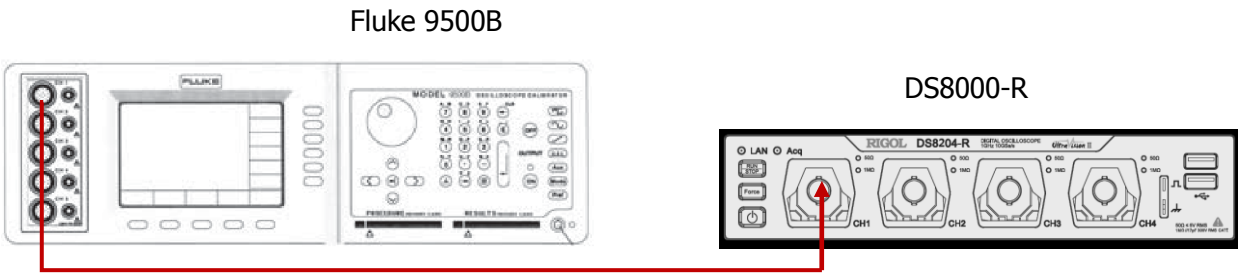

图 2-4 带宽限制测试连接图
- 1) 将 Fluke 9500B 的有源信号探头连接至示波器的 CH1 通道，如图 2-4 所示。